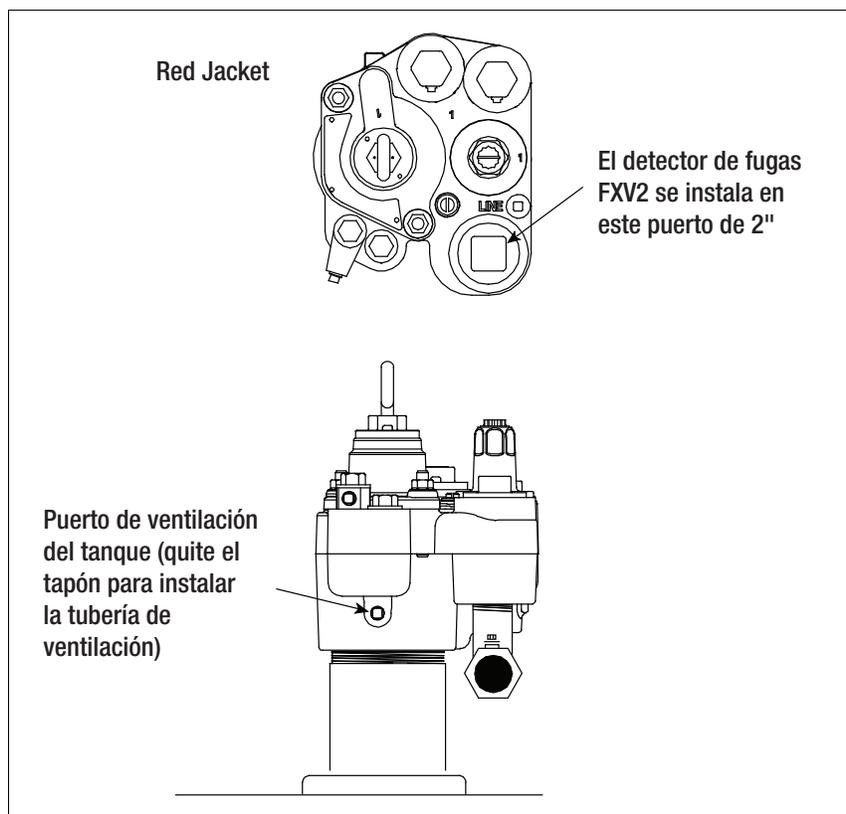
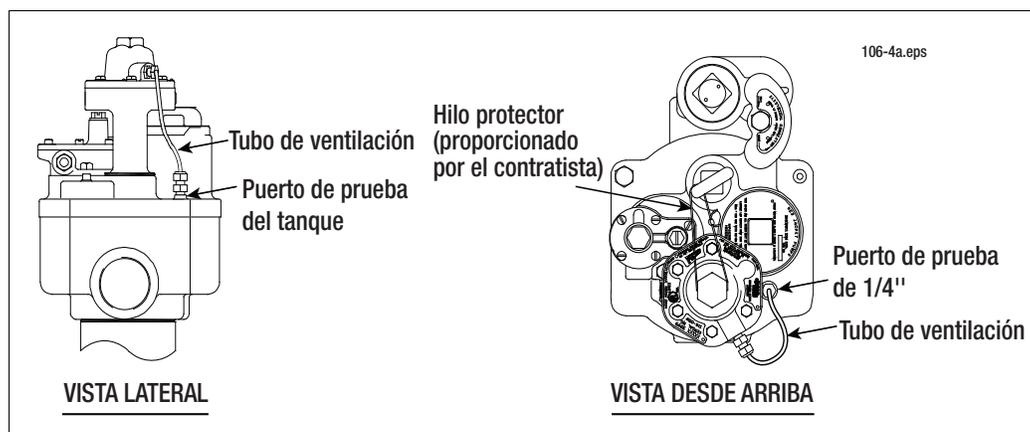

Figura 7. Puertos de instalación de FXV en la Red Jacket
Figura 9. Instalación de FXV en la bomba Estándar
1. Retire el tapón de dos pulgadas de la parte superior de la bomba Estándar (consulte la Figura 7 para los puertos de instalación del detector de fugas de la Red Jacket y consulte la Figura 9 para la bomba Estándar). Si el tapón de dos pulgadas está demasiado apretado y no se puede quitar, la bomba sumergible debe sacarse del tanque y colocarse en un tornillo de banco. Retire el conjunto del elemento funcional junto al tapón del tubo. El tapón debería salir fácilmente si se utiliza una llave de tubería grande. Vuelva a colocar el conjunto del elemento funcional de manera segura y regrese la bomba al tanque. (Consulte el Paso 3 antes de regresar la bomba).
- a. Retire el tapón del tubo de 1/4 de pulgada del puerto de prueba del tanque (en las aplicaciones Big-Flo de 6 pulgadas, retire el tapón del tubo de 1/4 de pulgada del conjunto del elevador/brida, para las bombas Red Jacket, consulte Figura 7 y para la bomba Estándar consulte Figura 9).
- a. Retire el tapón de tubo de 1/4 de pulgada del puerto de prueba del tanque; consulte Figura 7 para la bomba Red Jacket y Figura 9 para la bomba Estándar.
- a. Retire el tapón de tubo de ¼ de pulgada del puerto de prueba del tanque; consulte Figura 7 para la bomba Red Jacket y Figura 9 para la bomba Estándar.
La cubierta superior en el detector de fugas Red Jacket está diseñada para acomodar un hilo protector que se puede usar para desalentar la manipulación del retiro no autorizado del detector de fugas. (Consulte la Figura 9).